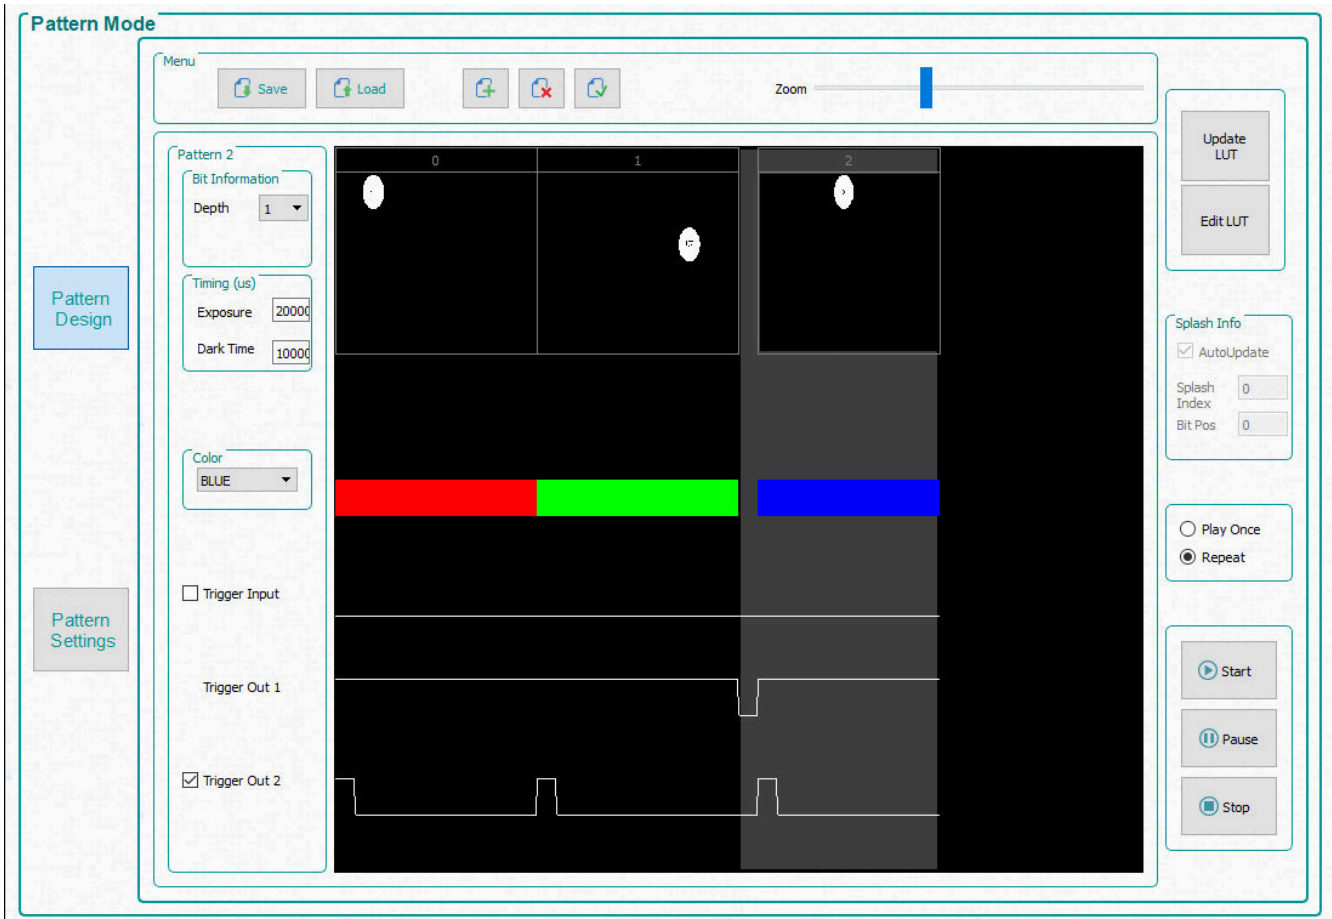

图 2-2. 简单的三个图案序列
在接下来的三个步骤中，所选图案由浅灰色选择区域表示。请参阅图 2-2，其中显示了所选的第三个图形（图形 2）。
5. 选择第三个图形（图形 2），并选择位深度 1。将曝光时间设置为 200000 μ s，将黑暗时间设置为 100000 μ s，并将颜色选择为 **Blue**（蓝色）。图 2-2 显示了图案序列。